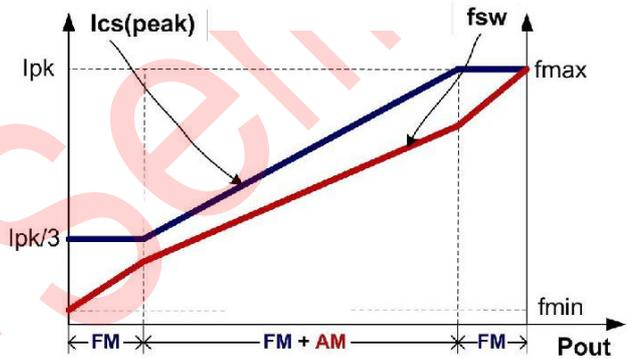

图 2
U6119 通过采样分压电阻上电压变化得到输出电压反馈信号。内部的采样保持模块记录下反馈误差并通过内部的误差运算放大器将其放大，见图 2。恒压控制模块利用误差运算放大器的输出实现高精度的恒压输出。芯片内部恒压输出基准为高精度的 2V，这样就保证了高精度的输出电压。
如图 2 所示，为了满足严苛的平均效率和待机功耗要求，U6119 采用了调幅控制 (AM) 和调频控制 (FM) 结合的多模式控制技术。接近满载输出时，系统工作在调频工作模式中；在轻重载条件下，系统工作在调频工作和调幅工作模式中；当系统接近空载输出时，系统工作在调频模式中以降低待机功耗。利用此种控制技术，系统可以获得低于 30mW 的待机功耗。